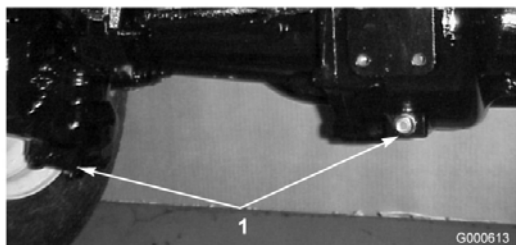

Figura 46
2. Limpie la zona alrededor de los tres tapones de vaciado, uno en cada extremo y uno en el centro (Figura 46).